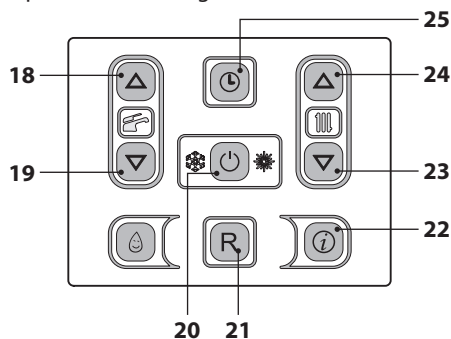
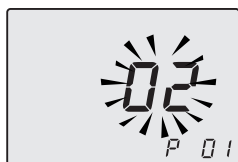

Figura 8.3
Figura 8.4
- Entrare in "modalità programmazione" premendo contemporaneamente per 10 secondi i tasti 20 - 23 - 24 (Figura 8.3) fino a far apparire sul display LCD le lettere **P01** e il valore del parametro, indicanti l'entrata nel "parametro 01" (Figura 8.4).
- Premendo il tasto 20 (Figura 8.3) si ottiene la conferma del valore inserito.